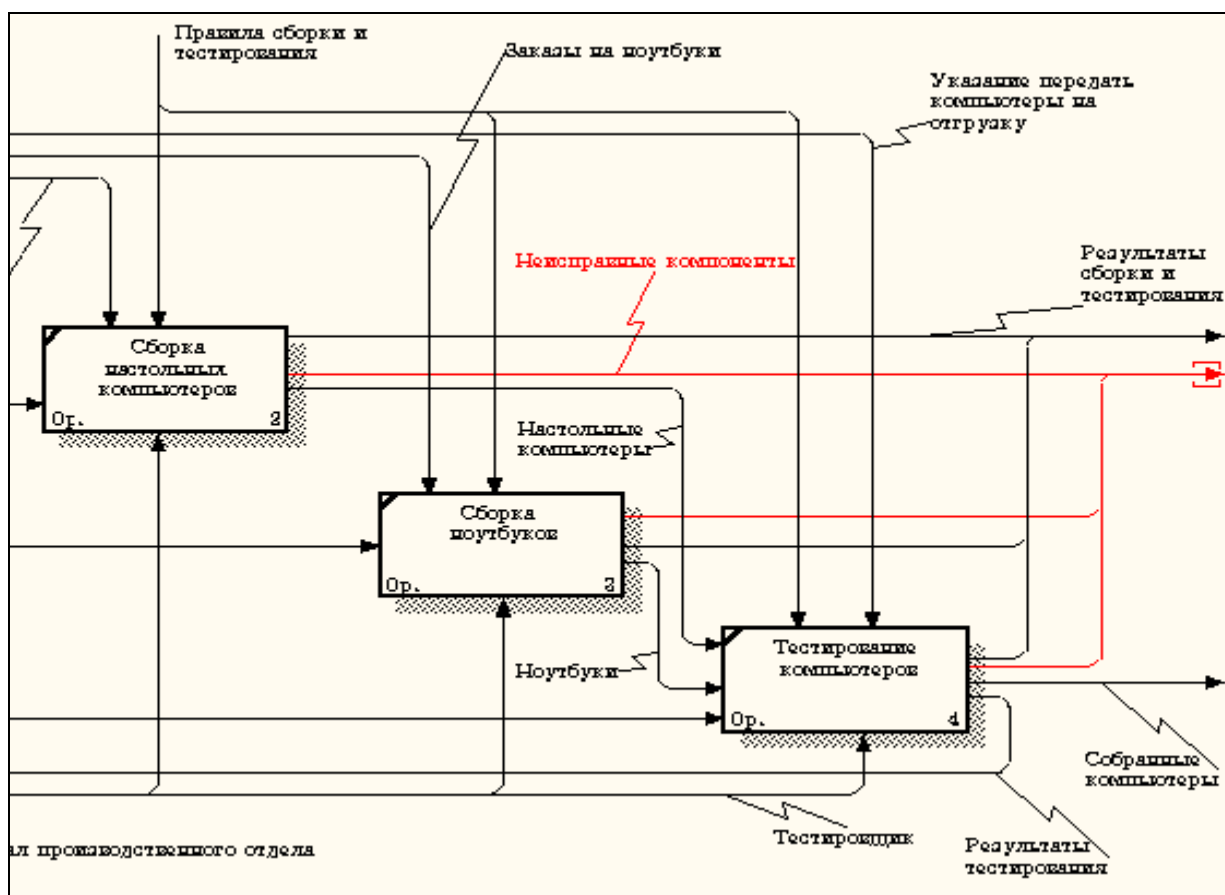

Рисунок 1.41 – Новые стрелки в модели
4. Создайте в модели «Сборка и тестирование компьютеров» новую стрелку «Неисправные компоненты». На диаграмме А0 это будет граничная стрелка выхода, на диаграмме А0 – граничная стрелка выхода от работ «Сборка настольных компьютеров», «Тестирование компьютеров» и «Сборка ноутбуков» (рисунок 1.41).